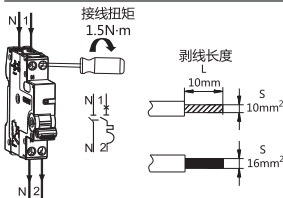

图5 NB5-40N接线方式
5.4 适用于铜导线连接，导线选择见表2，接线方式及剥线长度示意如下图5